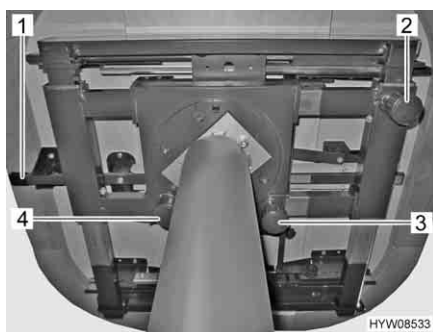
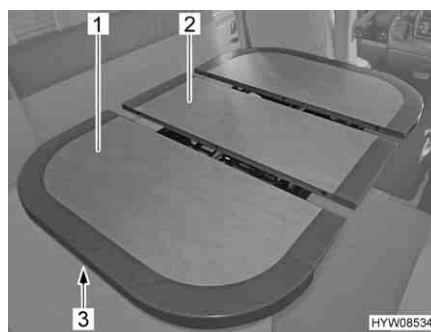

Fig. 84 Opzioni di regolazione sul tavolo
Fig. 85 Allungamento del tavolo
- Premere il tasto (Fig. 84,3) verso il basso e tenerlo in posizione.
| Spostamento in senso trasversale:  | <ul style="list-style-type: none"> <li>■ Premere il tasto (Fig. 84,2) verso il basso e tenerlo in posizione.</li> <li>■ Spingere il piano del tavolo nella posizione desiderata.</li> <li>■ Rilasciare il tasto.</li> </ul>  |
| Orientamento:                      | <ul style="list-style-type: none"> <li>■ Tirare il tasto (Fig. 84,4) del bloccaggio verso il basso.</li> <li>■ Ruotare il piano del tavolo nella posizione desiderata.</li> <li>■ Ruotare il piano del tavolo facendolo oscillare finché il bloccaggio si innesta.</li> </ul>  |
| Allungamento del piano del tavolo: | <ul style="list-style-type: none"> <li>■ Spingere lo sbloccaggio (Fig. 84,1 e Fig. 85,3) verso l'alto.</li> <li>■ Tirare il piano del tavolo (Fig. 85,1), finché l'inserto centrale (Fig. 85,2) non arriva in alto e all'altezza del piano del tavolo.</li> <li>■ Avvicinare le due parti laterali del piano del tavolo, finché non formano un piano unico chiuso.</li> </ul>  |
| Riduzione del piano del tavolo:    | <ul style="list-style-type: none"> <li>■ Premere lo sbloccaggio (Fig. 85,3) verso l'alto.</li> <li>■ Tirare il piano del tavolo (Fig. 85,1), finché l'inserto centrale (Fig. 85,2) non si libera.</li> <li>■ Avvicinare lentamente le due parti laterali del piano del tavolo, l'inserto centrale si abbassa automaticamente.</li> <li>■ Continuare ad avvicinare le due parti laterali del piano del tavolo, finché non formano un piano unico chiuso.</li> </ul> |